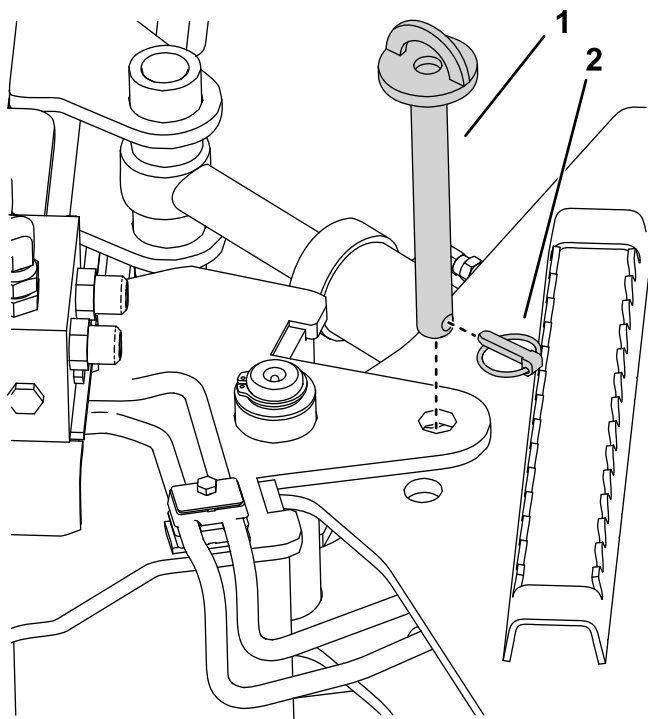

Figura 5
9. Retire el pasador de inclinación y el pasador de seguridad que impiden que se oriente el rastrillo giratorio (Figura 5).